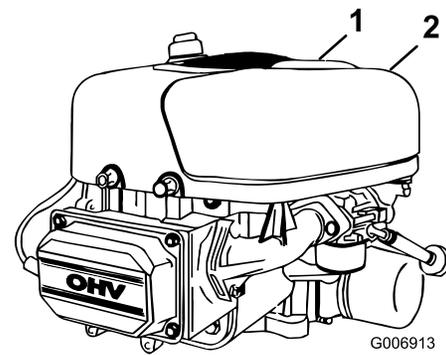

Bild 20
6. Ziehen Sie den Griff an der Luftfilterabdeckung hoch und drehen Sie ihn in Richtung des Motors (Bild 20).